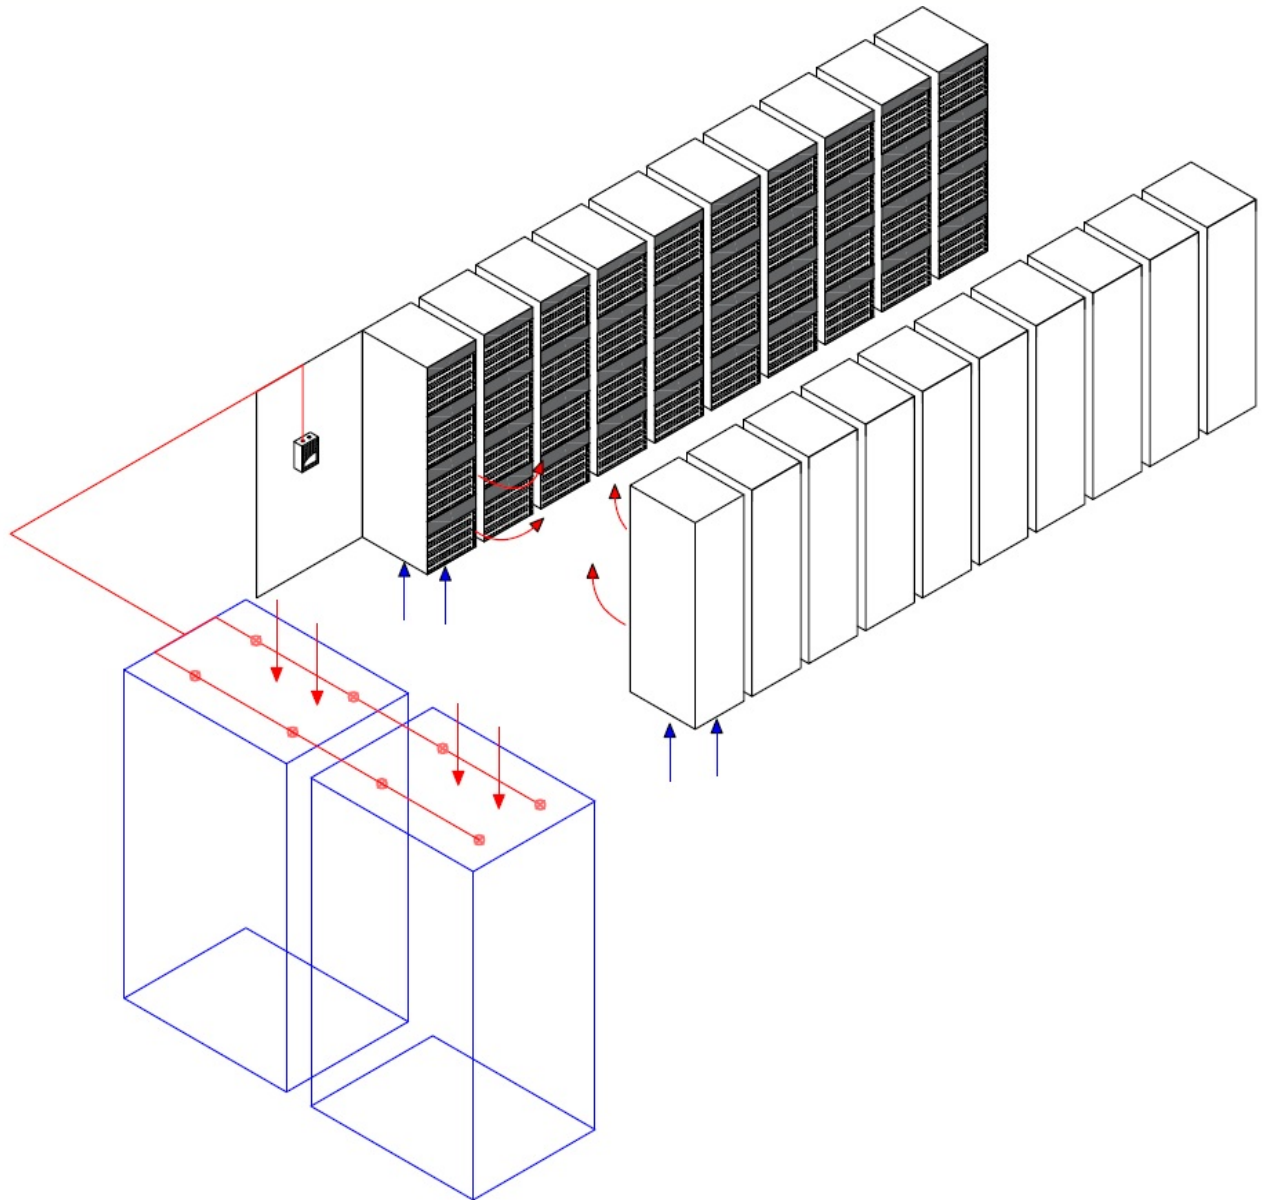

Рис. 3.2, Пример расположения аспирационных труб и отверстий на входе «горячего воздуха» в прецизионные кондиционеры
- Для наиболее раннего обнаружения возгорания имеет смысл располагать аспирационные трубы с воздухозаборными отверстиями в точках входа «горячего» воздуха в систему охлаждения (Рис. 3.2 – Рис. 3.9);